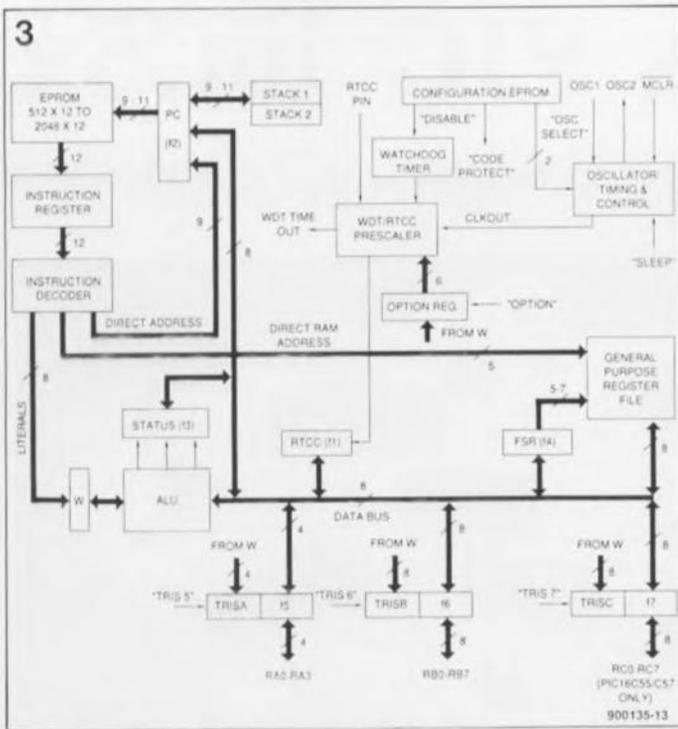

Figure 3. Structure fonctionnelle des circuits de la famille des PIC16C5x. On le constate, on se trouve en présence de microcontrôleurs relativement complexes.
distincts pour les données et les instructions (architecture Harvard). Les bus de données et de mémoire (RAM) ont une largeur de 8 bits, tandis que le bus et la mémoire de programme (EPROM) ont une largeur de 12 bits. Cette approche a permis de créer un set d'instructions simple et puissant tout à la fois acceptant le traitement par bit, par octet et par registre, et ce à grande vitesse avec recouvrement des cycles de capture des instructions et des cycles d'exécution, caractéristiques autorisées par l'architecture Harvard. Ceci signifie que pendant l'exécution d'une instruction, il y a déjà lecture de la suivante dans la mémoire de programme. La **figure 3** illustre la structure interne des circuits de la famille PIC16C5x. Le bus de données à 8 bits relie deux éléments fonctionnels importants: le fichier de registres, qui peut être composé d'un maximum de 80 registres à 8 bits adressables y compris les ports d'E/S, et une unité de traitement logique (ALU) de 8 bits de large. Il est possible d'adresser directement 32 octets de RAM, une technique d'accès par banc (banking) faisant appel à des bancs de 16 octets permet l'accès à des tailles de mémoire plus importantes
(voir **figure 4**). Il est possible d'accéder aux données soit directement soit indirectement à l'aide du registre de sélection de fichier (f4) de la figure 3. L'adressage immédiat de données est possible à l'aide d'instructions spécifiques "literals" qui transfèrent des données en provenance de la mémoire de programme vers le registre W. Le fichier de registres se subdivise en deux groupes fonctionnels: les registres opérationnels et les registres d'usage général. Les registres opérationnels incluent le registre de l'horloge en temps réel (RTCC), le compteur ordinal (PC), le registre d'état (SR), les registres d'E/S (Ports) et le registre de sélection de fichier. Les registres d'usage général servent aux données et aux informations de commande supervisées par les instructions. Des registres à fonction spécifique servent à la commande de la configuration des ports d'E/S et à l'éventuelle mise en fonction d'un prédisseur. Les fichiers de registre opérationnel comprennent les registres f0 à f4, qui, dans l'ordre, servent à l'adressage indirect des données, le registre d'état, le registre de sélection